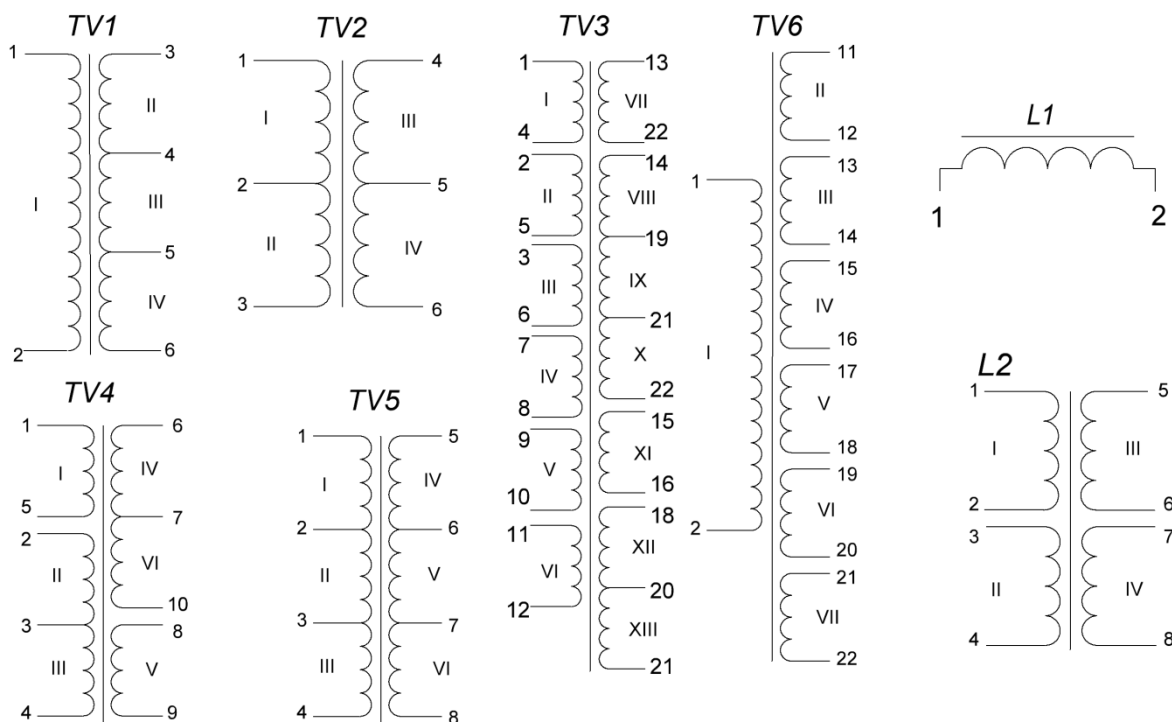
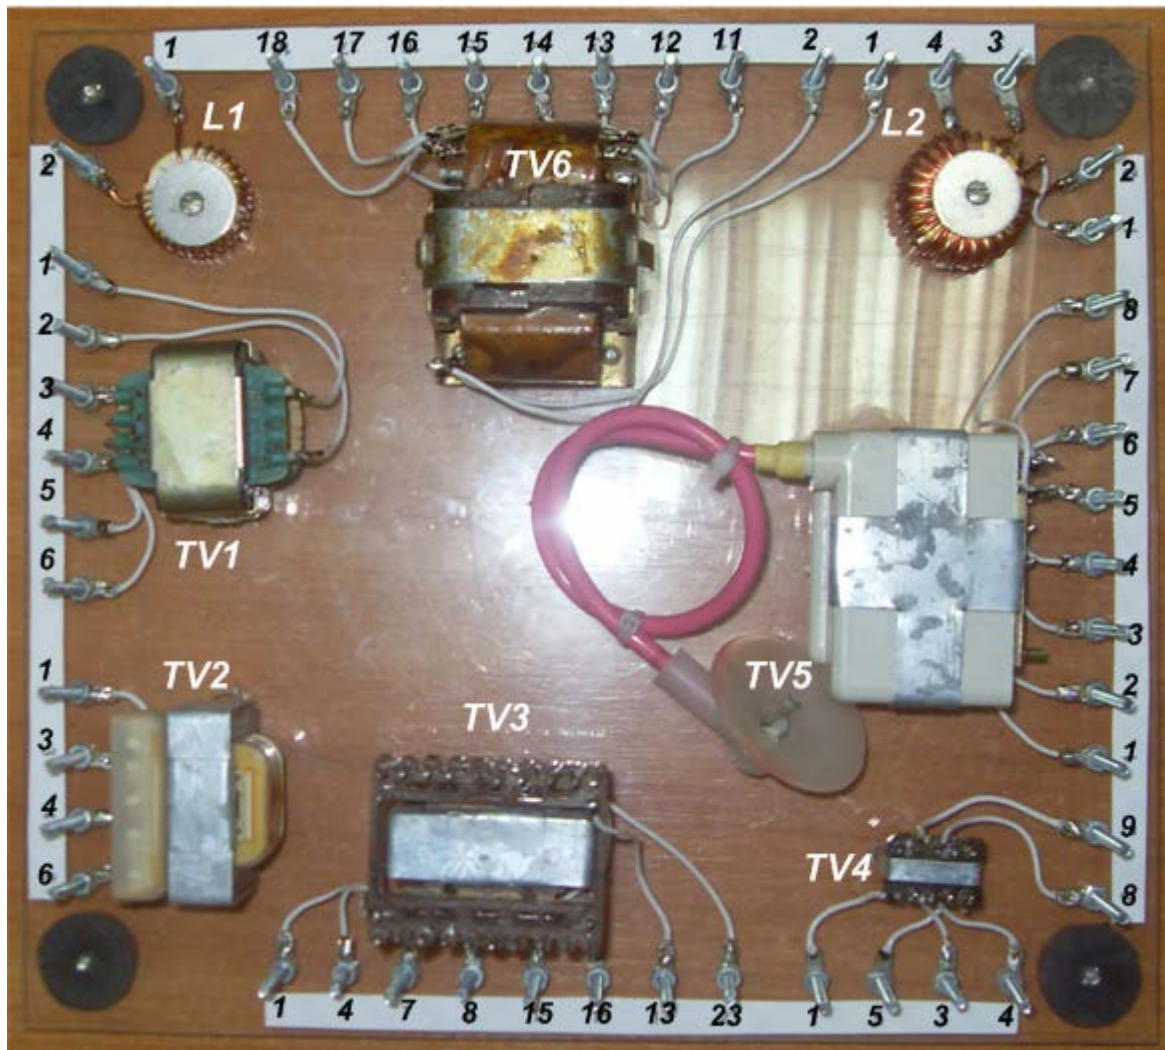

Рисунок 2.1 – Схема трансформаторів та котушок індуктивності лабораторного макету
Рисунок 2.2 – Зовнішній вигляд лабораторного макету
1. Лабораторний макет (рис. 2.1, рис. 2.2).